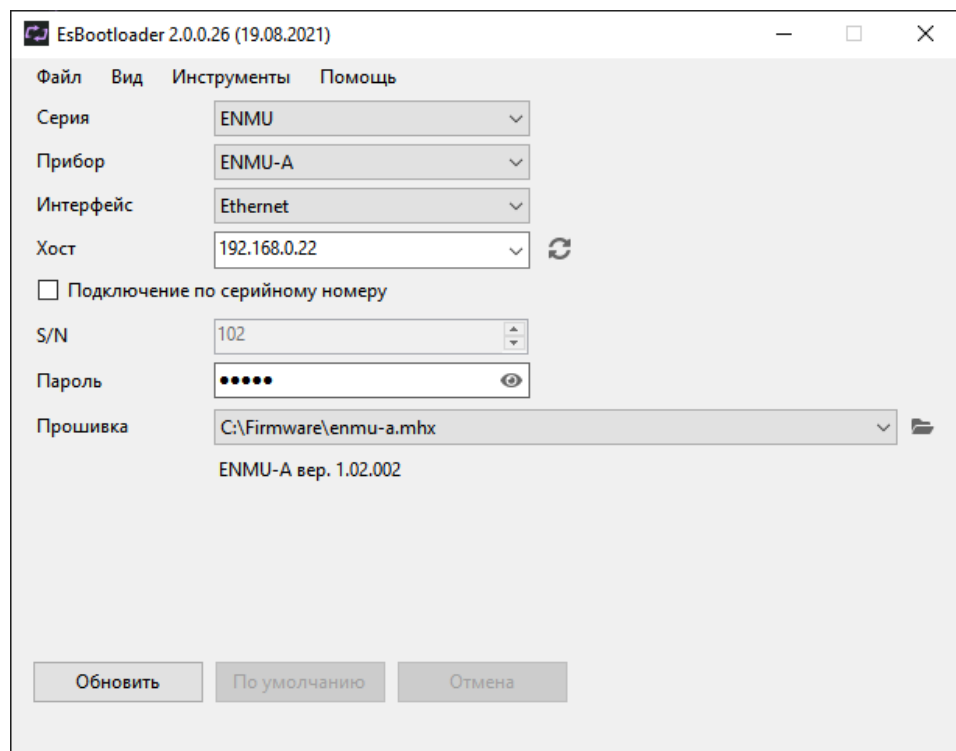

Рисунок 5.1. Обновление прошивки платы с аналоговыми входами на ENMU
- Блок ENMU-A – для ввода преобразуемых в SV потоки аналоговых сигналов и для связи с шиной процесса. Схема интерфейсов блока приведена на рис. 5.1.